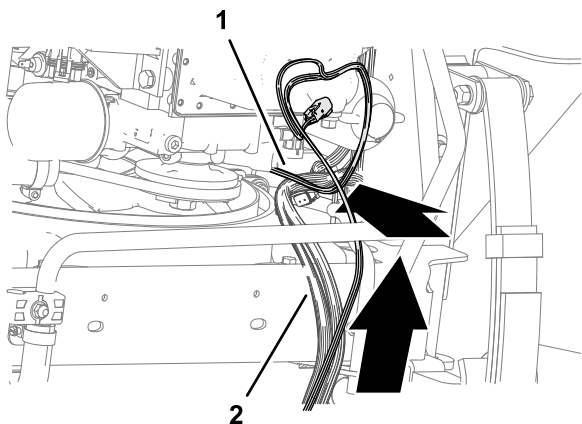

Figure 87
3. Au dos et en bas du radiateur, faites remonter le faisceau le long du faisceau de la machine (Figure 87).